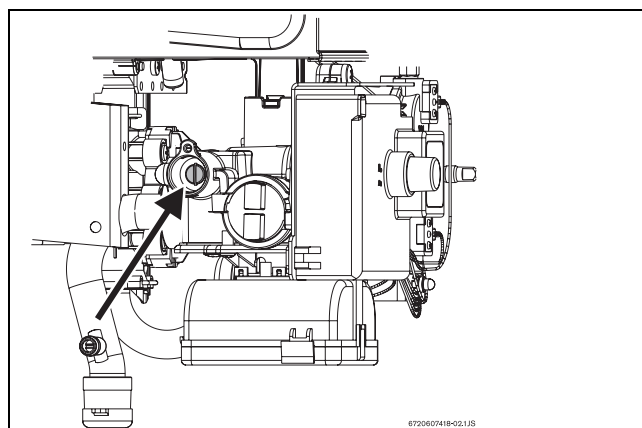

Fig. 15 Parafuso de ajuste de caudal de gás máximo
- Retirar a selagem do parafuso (Fig. 15).